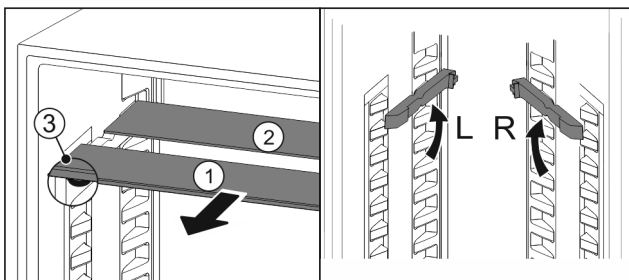

Fig. 142
- ▶ Glasplatten einzeln nach vorne herausziehen Fig. 142 (1).
- ▶ Glasplatte Fig. 142 (1) mit Zierleiste liegt vorne.
- ▶ Stopps Fig. 142 (3) zeigen nach unten.